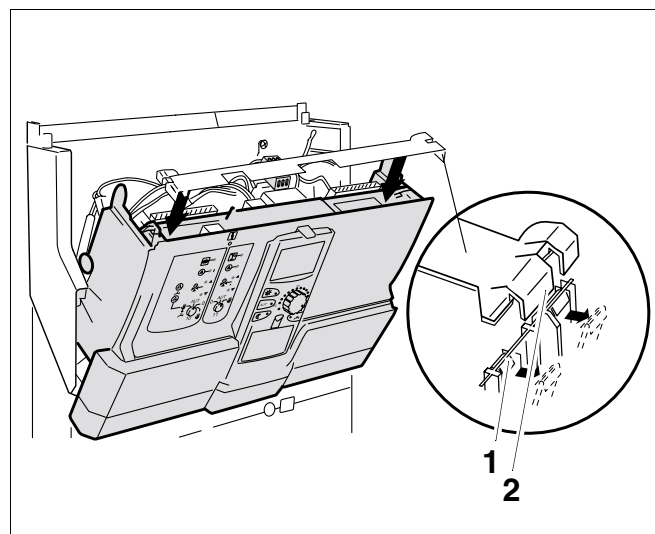

Fig. 11 Montarea și demontarea barei transversale
- Bara transversală se slăbește într-o parte (**fig. 11**):
- Bara transversală se montează corespunzător locurilor de inserare (**fig. 11**).